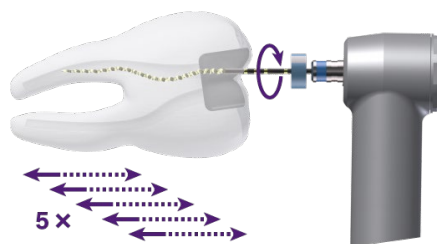

Figure 2
- 8) Progressez en douceur avec des courses très longues jusqu'à la longueur de travail (LT, Fig. 2). Appliquez une pression apicale très légère et laissez la lime progresser passivement le long du canal. Après 5 courses longues, retirez et nettoyez la lime. Répétez l'opération jusqu'à atteindre la longueur de travail. Elle doit normalement être atteinte en une ou deux tentative(s) (chaque tentative compte 5 courses longues). Nettoyez les goujures pour éliminer les éventuels débris avant la réinsertion. Ne forcez jamais pour faire avancer la lime et maintenez-la toujours en rotation et en mouvement pendant qu'elle est dans le canal. Le canal doit toujours être rempli de solution d'irrigation pendant l'utilisation des limes pour éviter l'accumulation de débris dans l'espace canalaire.